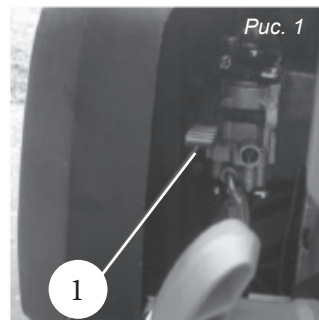

Рис. 1
3. Закройте воздушную заслонку карбюратора. Для этого рычаг 1 (рис.1) управления воздушной заслонкой установите в нижнее положение.